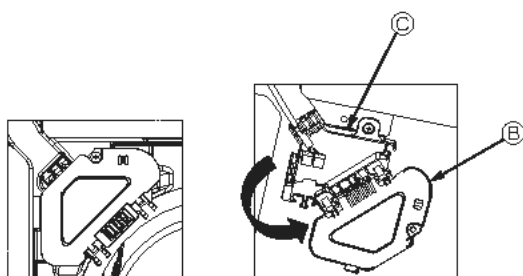

Fig. 7-5
- ③ Verwijder de schroef waarmee de kap van de schakeldoos vastzit en open de kap. (Fig. 7-5)
- ④ Plaats de connector van de verbindingsbedrading in de schakeldoos.
- ⑤ Installeer de kap van de bedrading en de kap van de schakeldoos.